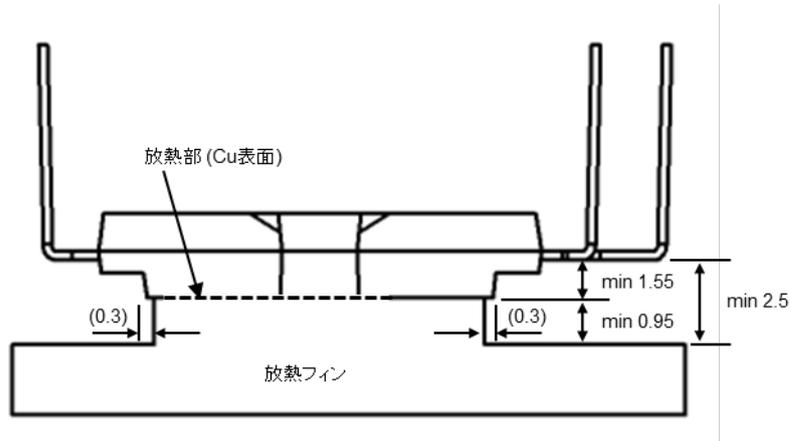

図 2-1-2 凸型放熱フィン使用時 (単位:mm)
- (1)  $V_{CC}$  内蔵IGBTがスイッチングしていない状態で、P-N端子間に印加できる最大直流電源電圧。この電圧を超えるような場合は、ブレーキ回路等による制限をかける必要があります。
- (2)  $V_{CC(surge)}$  内蔵IGBTがスイッチングしている状態で、P-N端子間に現れるサージ電圧の最大定格値。この電圧を超えないように、スナバ回路の接続や母線のインダクタンスの低減が必要です。
- (3)  $V_{CES}$  内蔵IGBTのC-E間に印加できる最大電圧定格。
- (4)  $\pm I_C$   $T_C=25^\circ\text{C}$ の条件で、通電可能な電流値です。パルス幅及び周期は、接合温度により制限されます。
- (5)  $T_j$  最大瞬時接合温度は $150^\circ\text{C}$ ですが、安全動作させるためのパワーサイクル寿命などを考慮して使用温度範囲を決定してください。
- (6)  $V_{CC(Prot)}$  内蔵のIGBTが短絡や過電流状態になった場合に、IPMの保護機能によってIGBTを安全に遮断できる最大電源電圧。この条件を超えると保護できず、素子破壊に至る可能性が高くなります。
- (7) 絶縁耐圧 絶縁耐圧は、下図で示す全端子(ショート)と放熱面のCu表面との絶縁耐圧です。絶縁耐圧は、2000Vrmsとなりますが、図2-1-2のように端子-放熱フィン間の距離を確保する(2.5mm以上推奨)ために凸型の様な放熱フィンを使用した場合、絶縁耐圧2500Vrmsを満足します。UL認証は、凸型形状の放熱フィンを使用した条件で絶縁耐圧2500Vrmsにて取得しております。
- (8)  $T_c$ 測定点 VN相IGBTチップの直下をケース温度 $T_c$ の測定点と定義しています。正確な $T_c$ を測定するためにヒートシンクを加工し、チップ直下に熱電対がくるようにします。P側、N側でスイッチング方法が異なる二相変調やハイサイドチョッピングなど制御方式、変調率により、他の相のチップ直下の $T_c$ の方が温度が高くなる可能性がありますので、そのような場合には、測定点を変更して最も損失が大きくなるパワーチップの直下で $T_c$ を測定する必要があります。